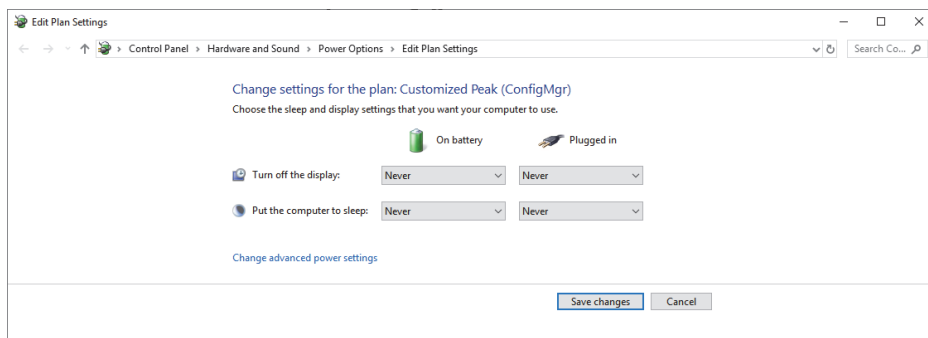

Рис. 1-4 Диалоговое окно редактирования настроек схемы
- b) В диалоговом окне **Edit Plan Settings** (Редактировать настройки плана) установите оба параметра **Turn off the display** (Отключать дисплей) и **Put the computer to sleep** (Перевести компьютер в спящий режим) на **Never** (Никогда) [Рис. 1-4 на стр. 28].